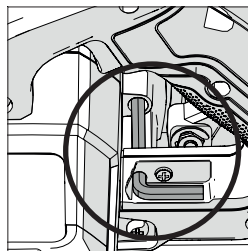

Fig. 1
- Localice la llave hexagonal de cambio de hoja que se suministra, situada en el compartimento de almacenamiento integrado (**Fig. 1**)